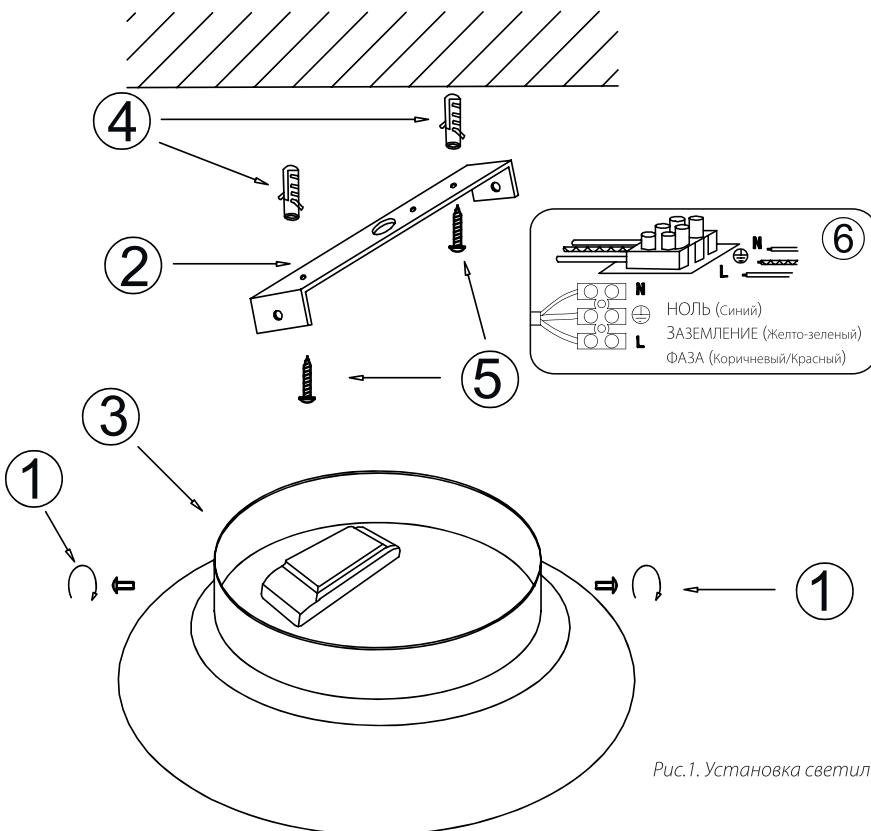

Рис.1. Установка светильника ALT-TOR
3.2.1. Выкрутите винты **①**(см.Рис.1) и отделите монтажную скобу **②** от светильника **③**.